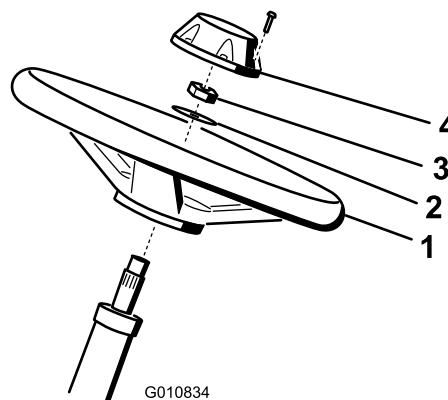

Figure 3
1. Glissez le volant sur l'arbre de direction (Figure 3).
2. Glissez la rondelle sur l'arbre de direction (Figure 3).
- Fixez le volant sur l'arbre (Figure 3) à l'aide d'un écrou de blocage serré à un couple de 27 à 35 N·m (20 à 26 pi-lb).
- Fixez le couvre-moyeu sur le volant avec une vis (Figure 3).